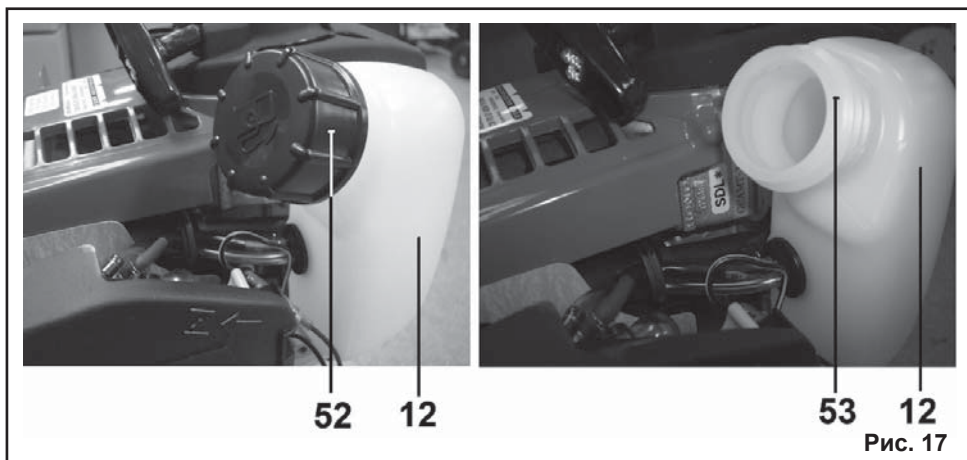

Рис. 17
8.2. Заправка топливом (Рис. 17)